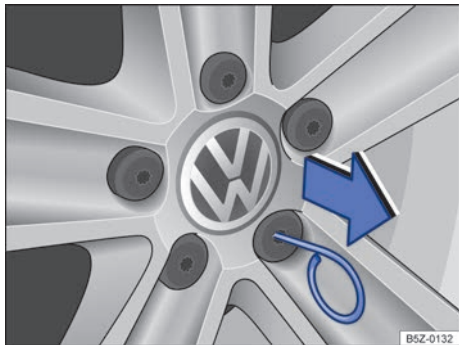

Fig. 192 Retirar as capas de cobertura dos parafusos da roda.
- Passar o gancho extrator pela abertura da capa de cobertura → Fig. 192 e retirar no sentido da seta.